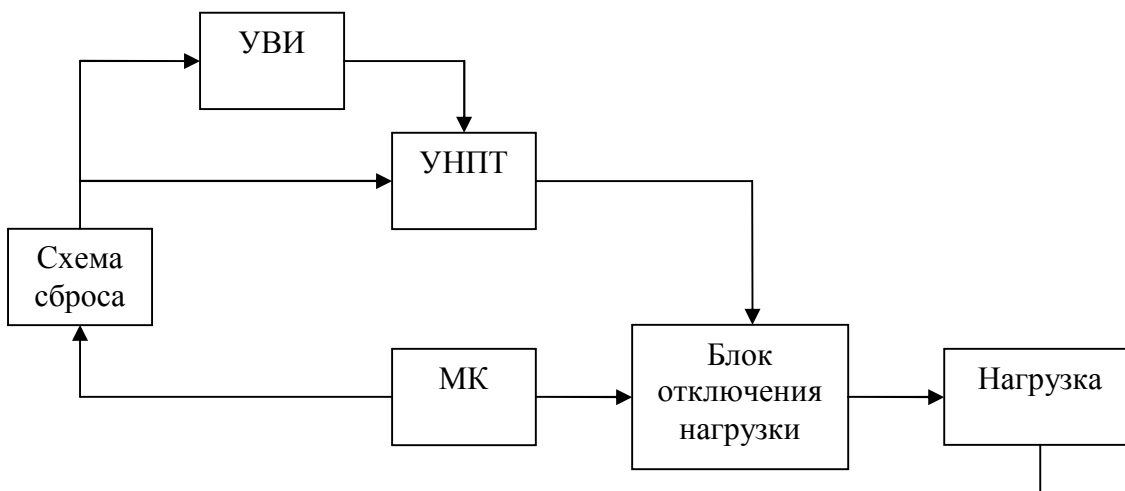

Рисунок 1.3
1.4.2. В приборе предусмотрена защита от перегрузки посредством отключения высоковольтного источника и быстрого разряда выходного напряжения при значениях мощности в нагрузке более 20 Вт или силы тока, значение которого превышает 100мА. При этом на индикаторе появляется информационное сообщение о перегрузке. Блок-схема защиты от перегрузки приведена на рис. 1.3.